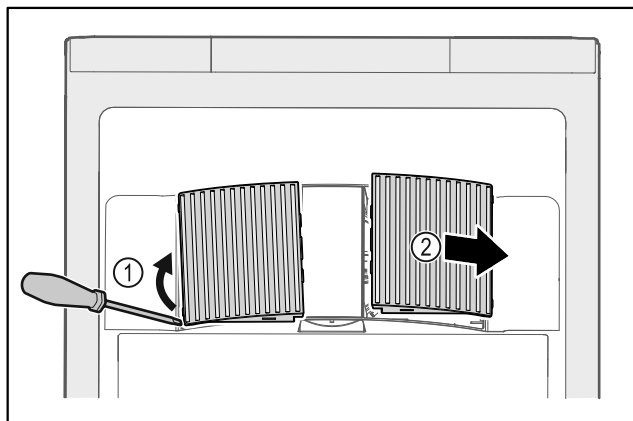

Fig. 59
- Estrarre con cautela i coperchi delle ventole dai lati Fig. 59 (1) e rimuoverli in avanti Fig. 59 (2).